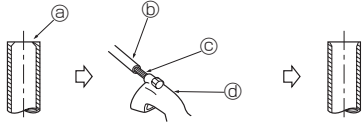

Fig. 5-4
5.2.2. Uklanjanje opiljaka (Fig. 5-4)